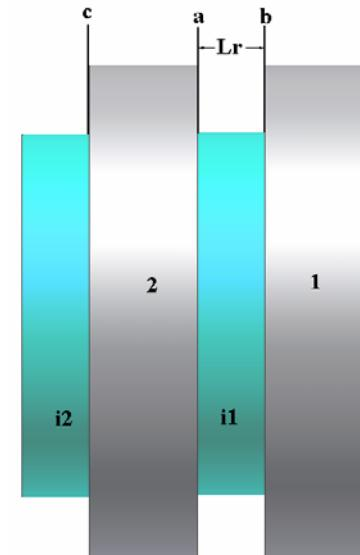

Figura 3.11.12.
- aliniere **Type - Mate, Solution – Mate, Offset = 0** față stânga **inel rulment:1** cu fața dreaptă inel interior **Rulment 2**, suprafața „**a**” în figura 3.11.12; intrarea **Browser Bar** se va redenumi **Mate FSInel-FDRul2**;
- aliniere **Type - Mate, Solution – Mate, Offset = 0** față dreaptă **inel rulment:1** cu față stângă inel interior **Rulment 1**, suprafața „**b**” în figura 3.11.12; intrarea **Browser Bar** se va redenumi **Mate FDInel-FSRul1**.
- aliniere Type - Insert, Solution – Opposed, Offset = 0 cercul interior dreapta inel rulment:2 cercul interior stânga inel interior Rulment 2, pentru realizarea îmbinării pe suprafața „c” din figura 3.11.12; intrarea Browser Bar se va redenumi Insert Inel2-Rul2, figura 3.11.13.